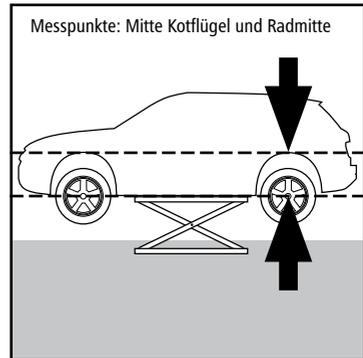

Abbildung 2, Fahrzeug ausgefedert
4. Jetzt ist das Fahrzeug ausgefedert und die Räder haben keinen Kontakt zum Boden (Abbildung 2). Messen Sie nun erneut den Abstand zwischen der Radmitte und der Kotflügelmitte.
Distanz ausgefedert (Abb. 2)	49,0 cm